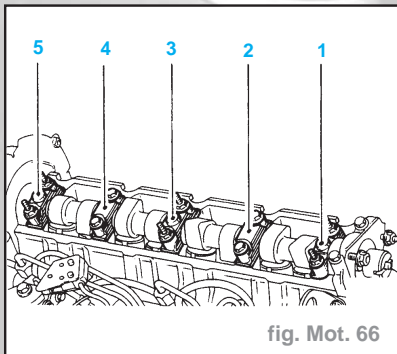

fig. Mot. 66
- Repérer les chapeaux de paliers d'arbre à cames (fig. Mot. 66).